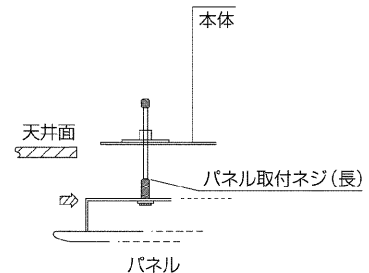
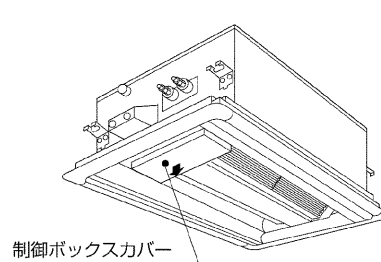
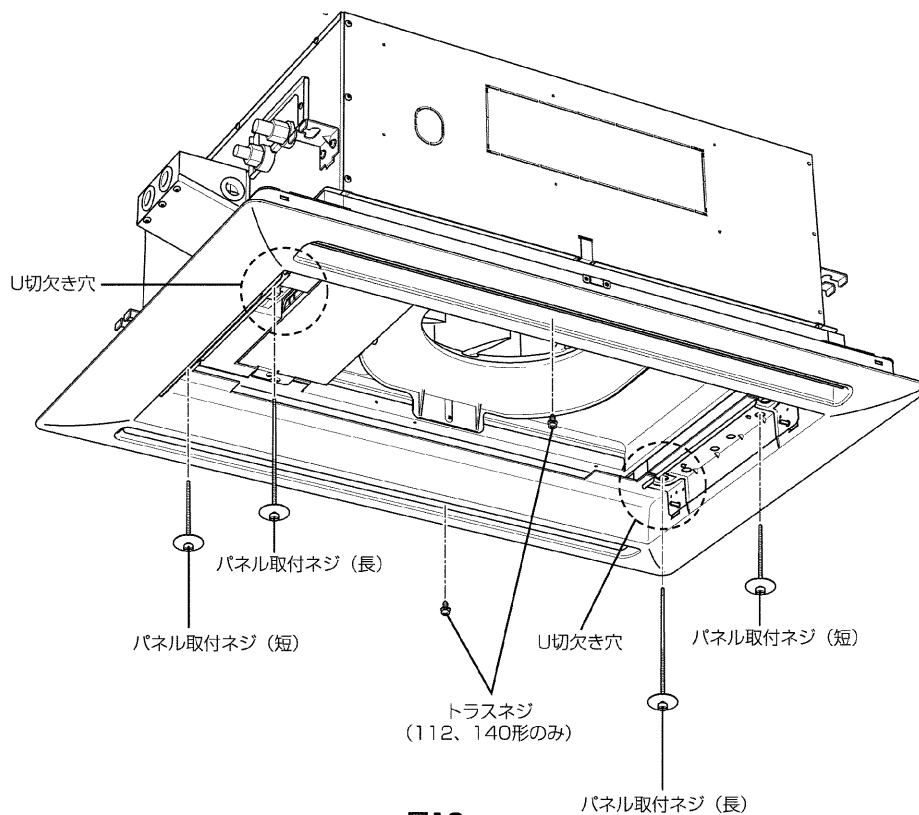

図6
図7
図12
方向を合わせたら仮止めしたパネル取付ネジ（長）にパネル本体吸込口部の切欠き穴を引っ掛けます。（図6）最初に反配管側、次に配管側を引っ掛けます。（図12）（配管側はパネル取付ネジ（長）を内側に押し込んで引っ掛けると作業が楽に行えます）この状態でパネル本体は仮止めされますが、パネルを持上げたり、強く揺らすと外れることがありますので、パネル取付ネジ（短）2本で残りの2ヶ所を取付けてください。
本体制御ボックスのカバーを外してください。（図7）
2. 1が完了しましたら図6および図7で仮止めしていた取付けネジ（長）および（短）とトラスネジを締付けてください。
（図12）